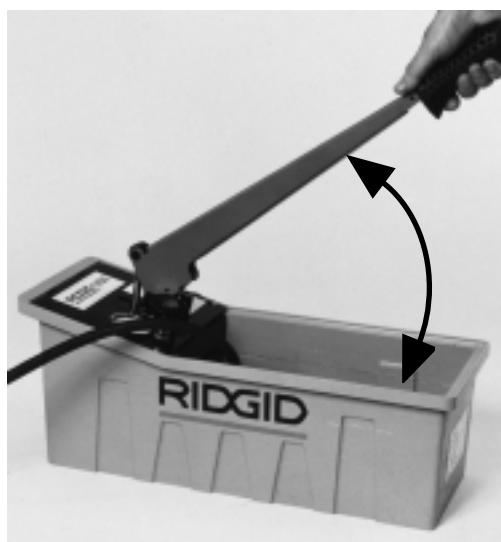

Fig. 2
3. Pomp de vloeistof in het leidingsysteem tot het volledig is gevuld (afb. 2). Gebruik de lange - dus volledige slag - van de handel om het systeem te vullen.
3. Pompare il liquido nella linea per riempire completamente il sistema (fig. 2). Per la fase di riempimento azionale inizialmente la leva con ampie escursioni.
3. Bombear el líquido en el sistema hasta llenar completamente el sistema (fig 2).